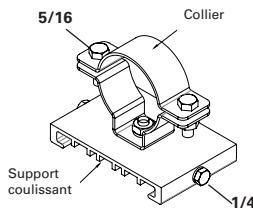

Figure 9 : TROUSSE Détails du montage sur mât
- Faire glisser les deux (2) supports de montage sur mât sur le luminaire de manière à engager les brides.
- Serrer à fond les vis de pression de 1/4 po sur chaque support coulissant (voir la figure 9). Visser au couple de 78 po-lb (8,8 N.m).
- Retirer les deux (2) vis de 5/16 po, les rondelles de verrouillage et les écrous de chaque collier et retirer les moitiés supérieures des colliers.
- Installer sur chaque collier les deux (2) moitiés supérieures des colliers et les vis de 5/16 po, les rondelles de verrouillage et les écrous.